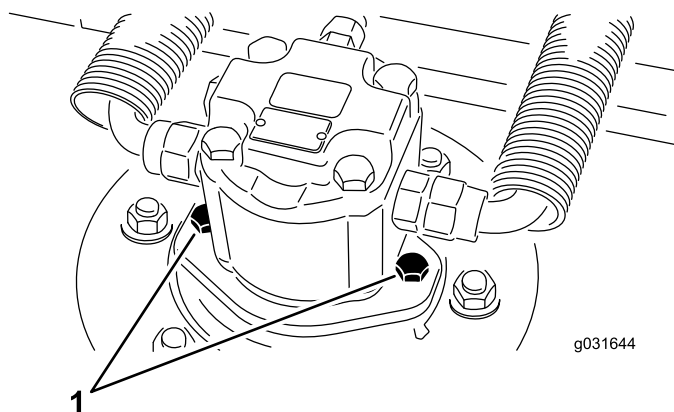

Figura 69
2. Scoatei uruburile de montare a motorului hidraulic i deconectați i scoatei motorul hidraulic din unitatea de tăiere (Figura 69).
4. Folosind uruburile de montare a motorului hidraulic, instalați motorul hidraulic pe unitatea de tăiere (Figura 69).